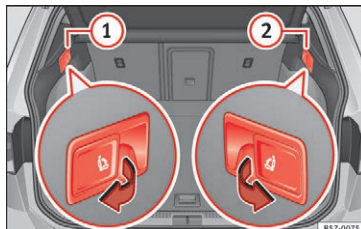

Fig. 144 I bagagerummet: udløserknapper til fjernbetjent udløsning af venstre ① og højre ② side af bagsæderyglænet
- Træk i udløserknappen til fjernbetjent udløsning af venstre » Fig. 144 ① eller højre ② side af ryglænet i pilens retning. Den udløste del af bagsæderyglænet klapper automatisk frem.